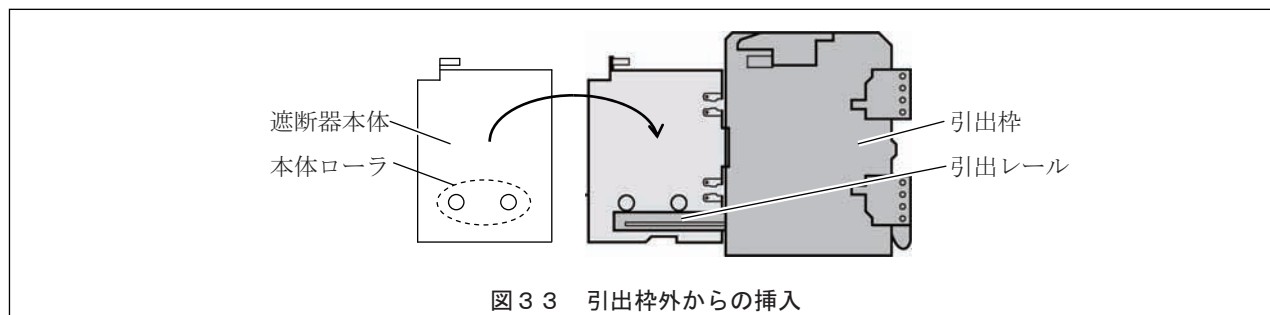

図3 3 引出枠外からの挿入
- 4) 遮断器固定ボルト (図3 2 ②) 付の場合、これがゆるんで引出枠外側へ開いていることを確認します。
- 5) 通信用端子台付の場合、手動コネクタ (図3 2 ⑮) が遮断器本体と引出枠に挟まる位置にないことを確認します。
- 6) 左右の把手 (図3 2 ⑩) を持ち、遮断器本体を引出枠内 (遮断器本体が止まる位置まで) に強く押し込みます。
●通信用端子台付の場合、遮断器本体の押し込みの途中で、手動コネクタを通信用端子台 (図3 2 ⑮) のコネクタプラグに差込んで接続します。再び遮断器本体を押し込む際は、制御電線が周囲の部品に引っかかっていないことを確認します。
- 7) 左右のレールストップ (図3 2 ⑧) を引出枠外側へ押してロックを解除し、引出レール端面 (図3 2 ⑱) を押して、奥側へ止まるまで押し込みます。引出レールはレールストップにより再びロックされます。
- 1) 開閉インジケータ (図3 2 ⑬) が「OFF」であることを確認します。(遮断器閉路時は、引出ハンドル (図3 2 ①) を挿入できません。)
- 2) 位置ロックレバー (図3 2 ⑭) がロックされている場合、ロックを解除します。(4-5. 参照)
- 3) 引出ハンドル挿入口 (図3 2 ④) に引出ハンドルを押し込み、止まるまで時計方向にゆっくり回し、位置インジケータ (図3 2 ⑤) が試験位置「TEST」を表示します。引出ハンドルを時計方向に回す時、遮断器本体が動き始めるまでは遮断器本体を押しながら操作してください。
- 1) 遮断器を開路します。(遮断器閉路時は、引出ハンドル (図3 2 ①) を挿入できません。)
- 3) レリーズボタン (図3 2 ⑥) を押し込みます。レリーズボタンは押し込まれたままになります。
- 4) 引出ハンドル挿入口 (図3 2 ④) に引出ハンドルを押し込み、最大操作力 (14.7 N・m以下) で回せなくなるまで時計方向に回し、位置インジケータ (図3 2 ⑤) が接続位置「CONN.」を表示します。レリーズボタンは引出ハンドルを回すと突出します。
●操作の途中で主回路接触子の接触が始まり、図3 4に示すように回転に要する操作力が大きくなります。故障ではありません。挿入操作を終えないでください。ほぼこの位置から13~14回転すると接続位置になり、最大操作力で回転しなくなります。
- 6) 遮断器固定ボルト (図3 2 ②) 付の場合、これを締付けて遮断器本体を固定します。